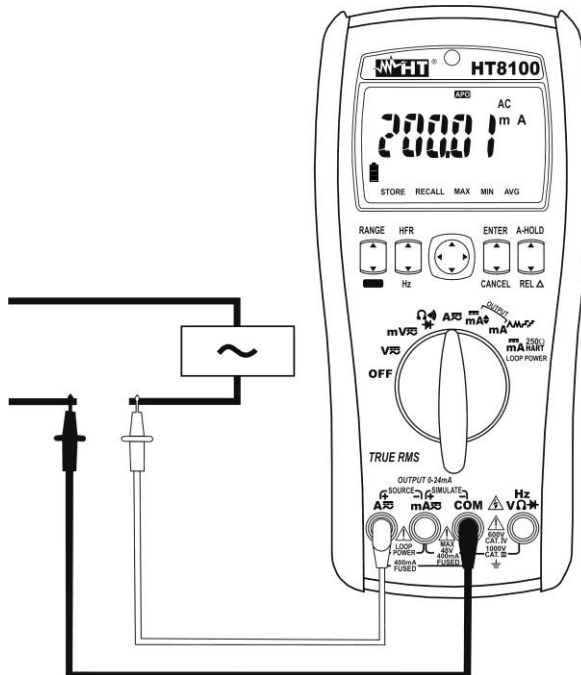

Abb. 5: Verwendung des Gerätes für Wechselstrommessung
6. Versorgen Sie den zu messenden Kreis (siehe ~~Abb. 5~~ **Abb. 5**). Der Stromwert erscheint auf dem Display.